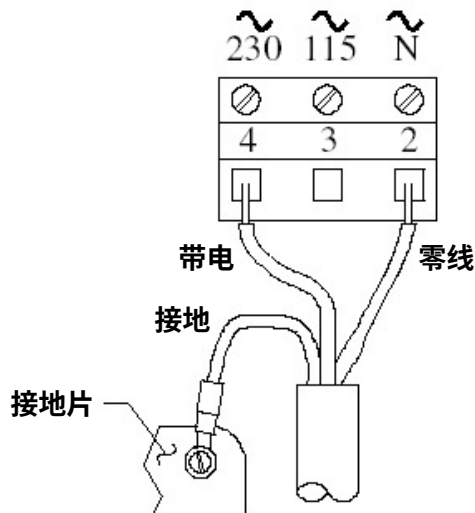

图 2-13
- 带“A”或无字母前缀序列号分析仪的 TB3 上的“ground symbol”（接地符号）接线端子 1（图 2-13、2-15 或 2-17）